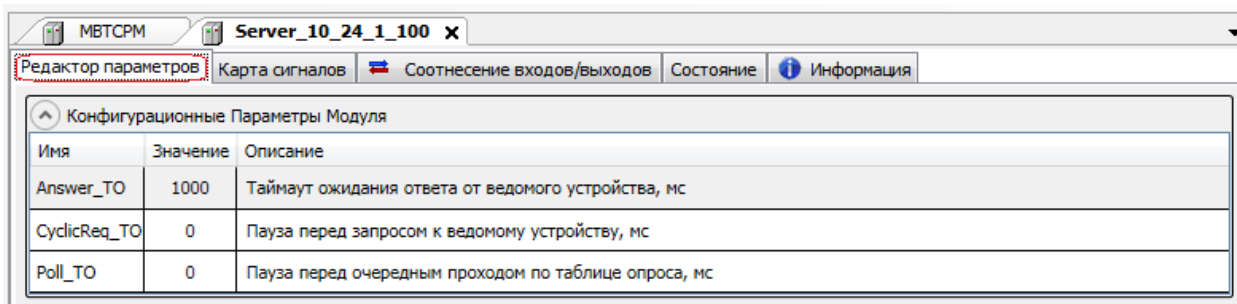

Рисунок 3.12 – Модуль Modbus TCP Server. Закладка "Редактор параметров"
- 2 Перейти на закладку *Редактор параметров* (рисунок 3.12).